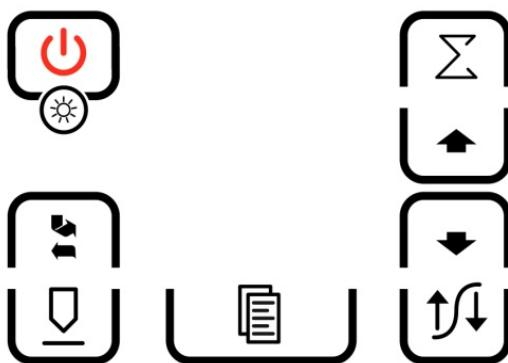

Рис. 4.2. Клавиатура управления толщиномером
- клавиатура управления толщиномером (рис. 4.2.) На тыльной стороне корпуса электронного блока расположена крышка батарейного отсека. На верхнем торце электронного блока расположены разъем для подключения преобразователя и разъем для соединения с компьютером (устанавливается по требованию заказчика).